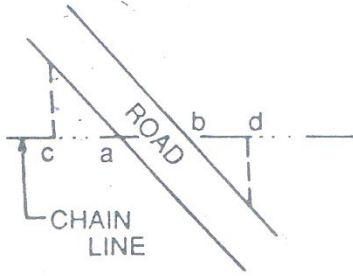

Fig. 2.12
- کله چې سرک د شرید خط په مايل ډول باندې قطع کړي د تقاطع د نقاطو فاصلې يېدا د اشت کېږي a.b او کم ترکمه يو افسټ يې په دواړه طرفونو د تقاطع د نقاطو کې اخستل کېږي او نور افسټونه د سرک د نوعيت پوري اړه لري او دلته عمودي افسټونه c,d اخستل کېږي. fig 2.12 شکل مطابق